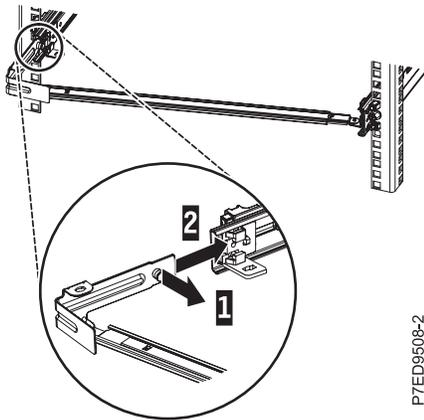

Abbildung 14. Schienen herausziehen und Nagelköpfe des Servers an den Aussparungen der Schiene ausrichten
- Zum Anschließen der anderen Seite des Stützarms an der Rückseite der Schiene ziehen Sie den Stift **(1)** heraus und schieben Sie dann die Halterung **(B)** in die linke Schiene **(2)** hinein (siehe Abb. 14 auf Seite 12).